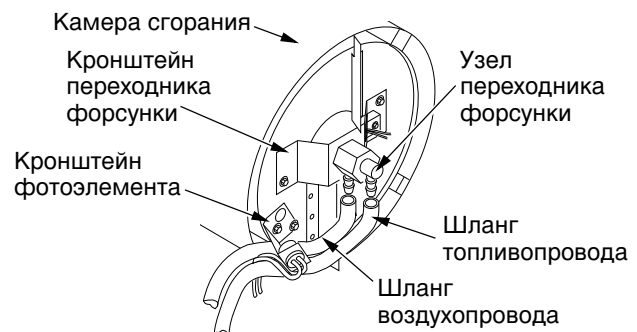
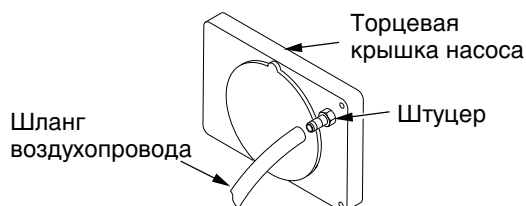

**Рис. 17. Снятие шлангов воздухопровода и топливопровода (только для моделей BE35CEL и BE70CEL)**
Рис. 22. Присоедините шланг воздухопровода к штуцеру
14. Установите фотоэлемент в его кронштейн. Протяните провода, как показано на Рис. 17, 18, или 19, стр. 13.
3. Снимите шланги топливопровода и воздухопровода с узла форсунки (см. Рис. 17, 18 или 19).
4. Проверьте шланги топливопровода и воздухопровода на отсутствие трещин и/или отверстий. Если топливопровод поврежден, отсоедините его от переходника форсунки (см. Рис. 17, 18 или 19, стр. 13) и топливного фильтра (см. стр. 10). Если воздухопровод поврежден, отсоедините его от переходника форсунки (см. Рис. 17, 18 или 19, стр. 13) и от штуцера торцевой крышки насоса (см. Рис. 22).
5. Установите новый воздухопровод и/или топливопровод. Присоедините один конец шланга воздухопровода к штуцеру на торцевой крышке насоса (см. Рис. 22), а другой - к переходнику форсунки (см. Рис. 17, 18 или 19, стр. 13). Присоедините один конец шланга топливопровода к топливному фильтру (см. стр. 10), а другой - к переходнику форсунки (см. Рис. 17, 18 или 19, стр. 13).
На нагревателях моделей BE35CEL и BE70CEL проложите воздухопровод и топливопровод примерно так, как показано на Рис. 17, стр. 13.